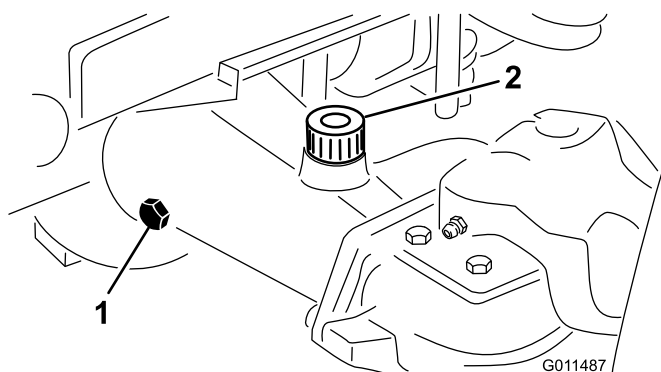

Figure 15
2. Enlevez un bouchon de contrôle à une extrémité du pont arrière (Figure 15) et vérifiez que le lubrifiant atteint la base de l'orifice. Si le niveau est bas, enlevez le bouchon de remplissage (Figure 15) et ajoutez suffisamment de lubrifiant pour rectifier le niveau.